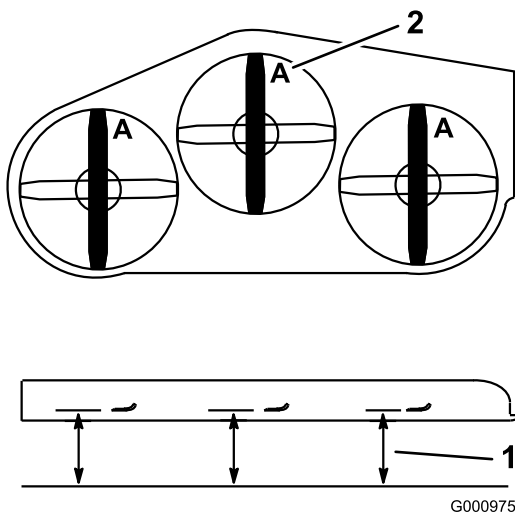

Bild 88
3. Stellen Sie die Messer in Längsrichtung, während die Maschine auf einer ebenen Oberfläche steht. Messen Sie an Stelle A von einer ebenen Fläche bis zur Schnittkante der Messerspitzen (Bild 88).